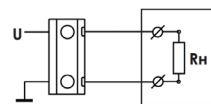

Рис. 7
- **Регулируемый генератор напряжения 0-10 В, 2-10 В** (код - АМ, рис. 7). Могут непосредственно управлять исполнительными устройствами средней и большой мощности со стандартными входами 0...10, 2...10 В (частотные преобразователи, приводы заслонок, задвижек, клапанов и т.д.).